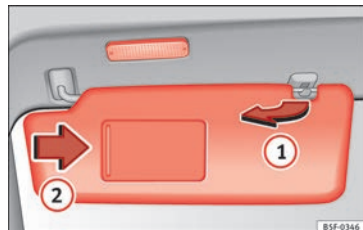

Fig. 137 Pare-soleil.
- Le pare-soleil peut être retiré du support et rabattu contre la porte » fig. 137 ①.